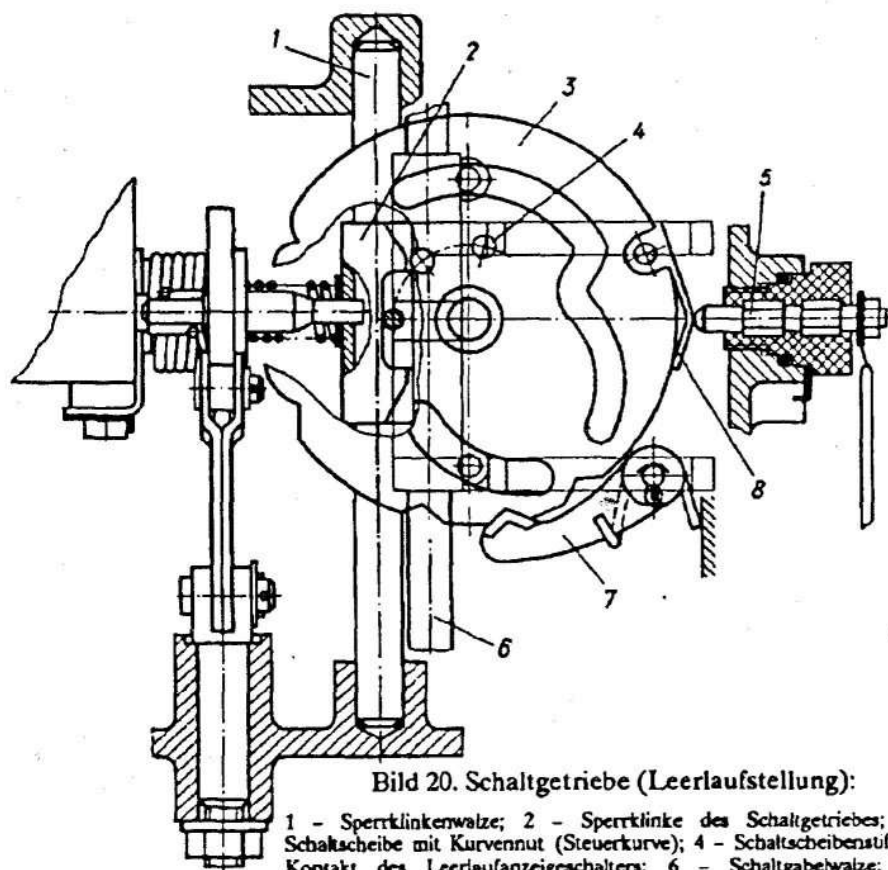

Bild 20. Schaltgetriebe (Leerlaufstellung):
Cutia de viteze este prevazuta cu patru viteze inainte si una inapoi. Cuplajul 13 de pe arborele secundar pune in miscare cele patru viteze care sunt selectate de doua furci. Aceste furci intra in canalul de ghidare 3 (fig. 20). Furcile se deplaseaza pe arborele 6 ce este instalat in carter. Pe discul de schimbare a vitezei este instalat traductorul 9 (fig 18) care indica punctul mort. In punctul port, arcul inchide circuitul electric al becului de semnalizare de la bord. Cand se apasa pedala, arborele de schimbare a vitezei (poz 9, fig 18) se roteste cu un unghi oarecare. Manivela are un stift care intra intr-un orificiu (catel) (poz. 2, fig. 20) si aluneca pe arbore (poz. 1). Catelul actioneaza pe unul din stifturile discului de schimbare, rotindu-l. Discul se fixeaza cu ajutorul fixatorului de maner.
11. Se extrage arborele mic al flanse 2 (fig.20). Se scoate flansa si arcul.